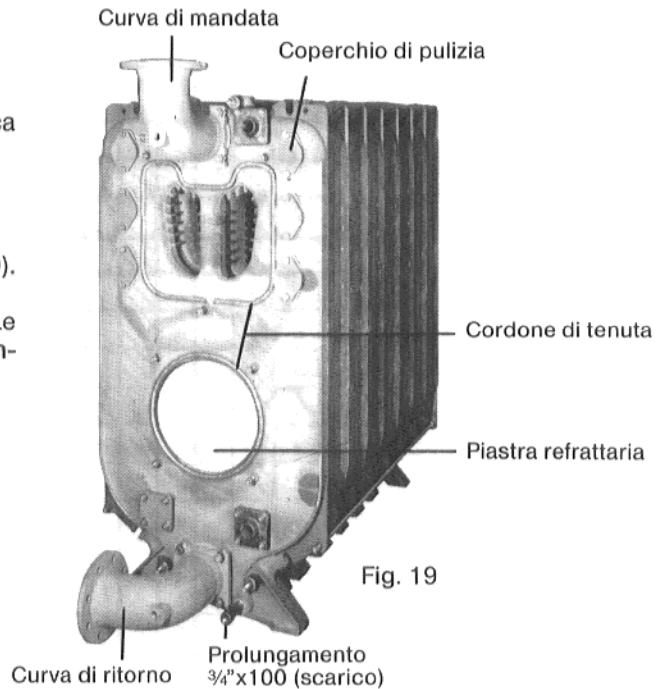

Fig. 19
**Curva di mandata:** avvitarla con guarnizione (Fig. 19).
**Curva di ritorno:** avvitarla con guarnizione (Fig. 19). Le caldaie da 10 - 16 elementi sono dotate di tubo d'alimentazione.